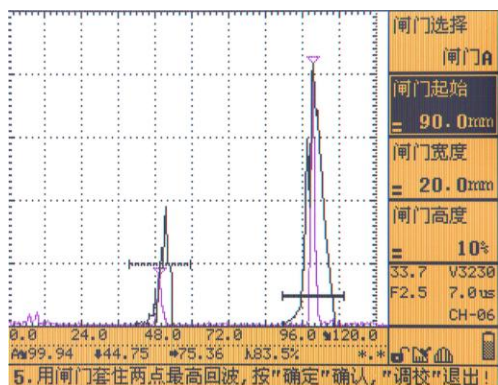
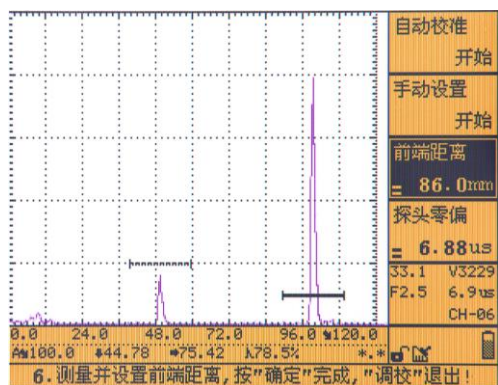

图 3.11
图 3.12
- (6) 打开波峰记忆或回波包络功能，如图 3.11 所示，沿 R100 半径方向前后移动探头，使回波最高，保持探头不动，按【自动增益】键，使得第二个回波高度为 80%；单击【确认】键，完成声速和零偏的校准。此时屏幕变为如图 3.12 所示，开始检测前端距离。